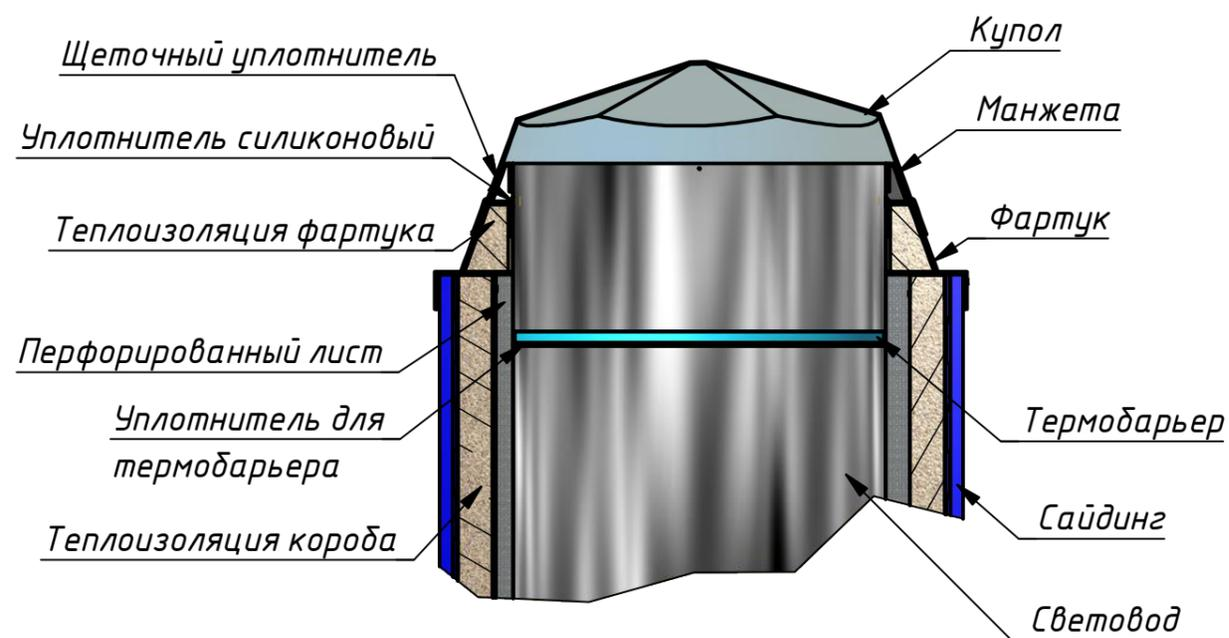

Рис. 19
4.4.9. Прикрепить купол к манжете с помощью купольных саморезов (3 шт), согласно отверстиям в куполе (рис. 19).